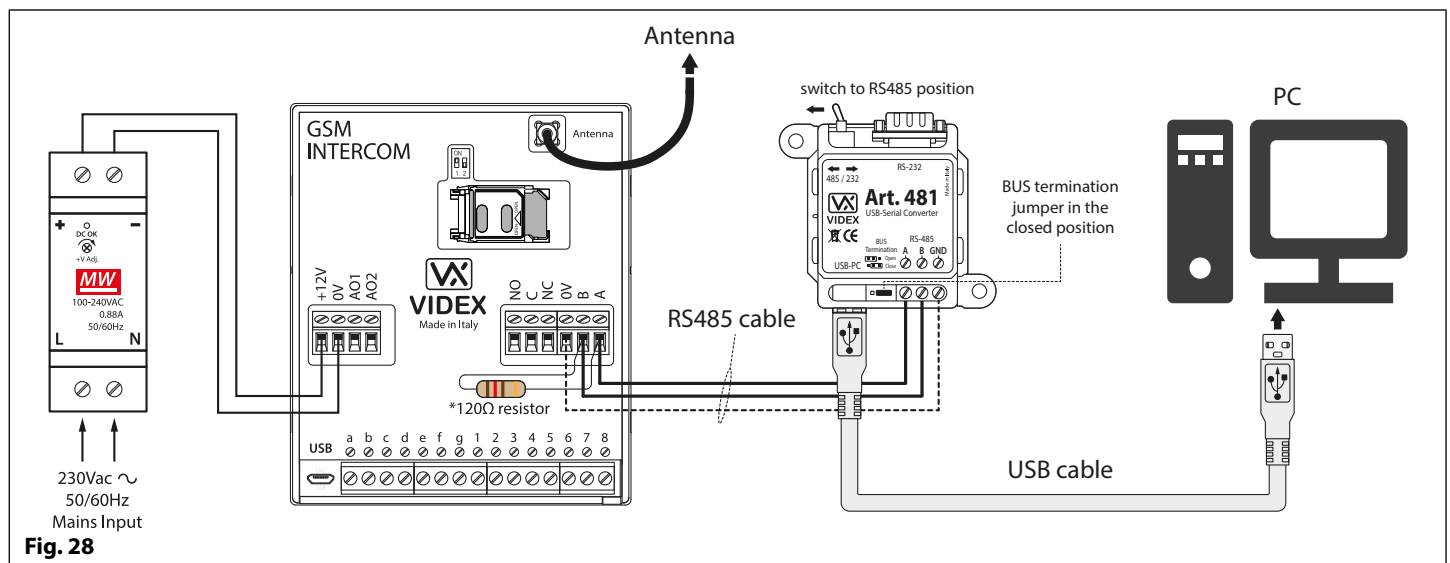

Fig. 28
De module GSM PRO kan ook aangesloten worden met een RS485-busaansluiting via een RS485 -USB omzetter (Art.481) zoals geïllustreerd in **Fig.28**. Deze aansluitmethode, zoals optie 1, kan gebruikt worden voor het programmeren en instellen van de GSM-module, maar kan ook gebruikt worden wanneer een permanente verbinding met een PC nodig is om te monitoren en event logs te downloaden. Wanneer de GSM-module op deze manier aangesloten wordt, kan hij enkel aangesloten worden als een 'one-to-one' busaansluiting op de PC. Een andere module GSM PRO kan niet aangesloten worden op dezelfde RS485-bus van de PC.
*Voor een klem end-of-line moet een weerstand van 120 Ohm gemonteerd worden op de RS485-klemmen A en B, zoals geïllustreerd in **Fig.28**.